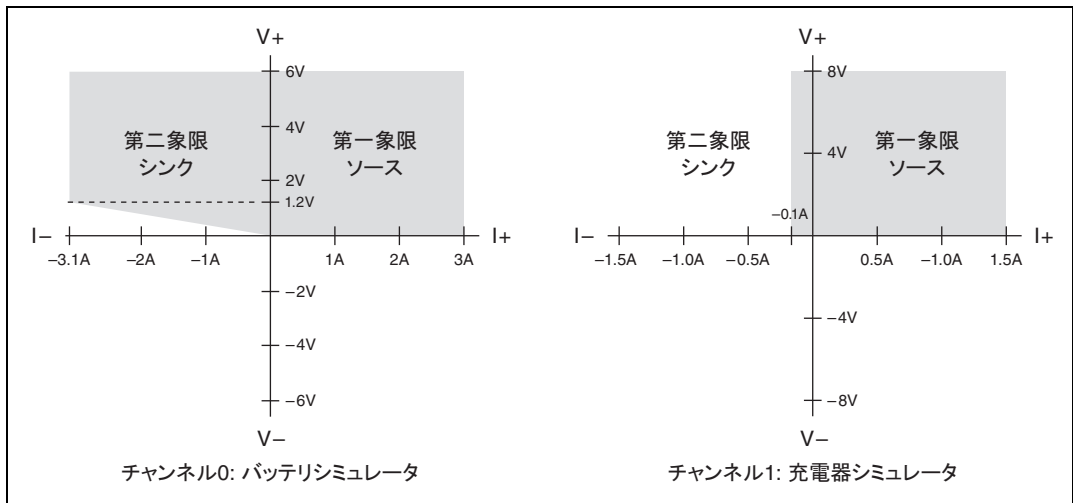

図 1 NI PXIe-4154 の象限図、特性
下の表および図 1 は、NI PXIe-4154 の電圧および電流ソースとシンク機能を示します。
* 電流ソース制限は、第一象限（ソース）でプログラムできます。図 1 を参照してください。
メモ 第2象限（シンク）のチャンネル0では、端子電圧が1.2V未満に降下（コネクタで感知）すると、最大シンク電流が図 1 に示すように -3.1 A から直線的に低下します。